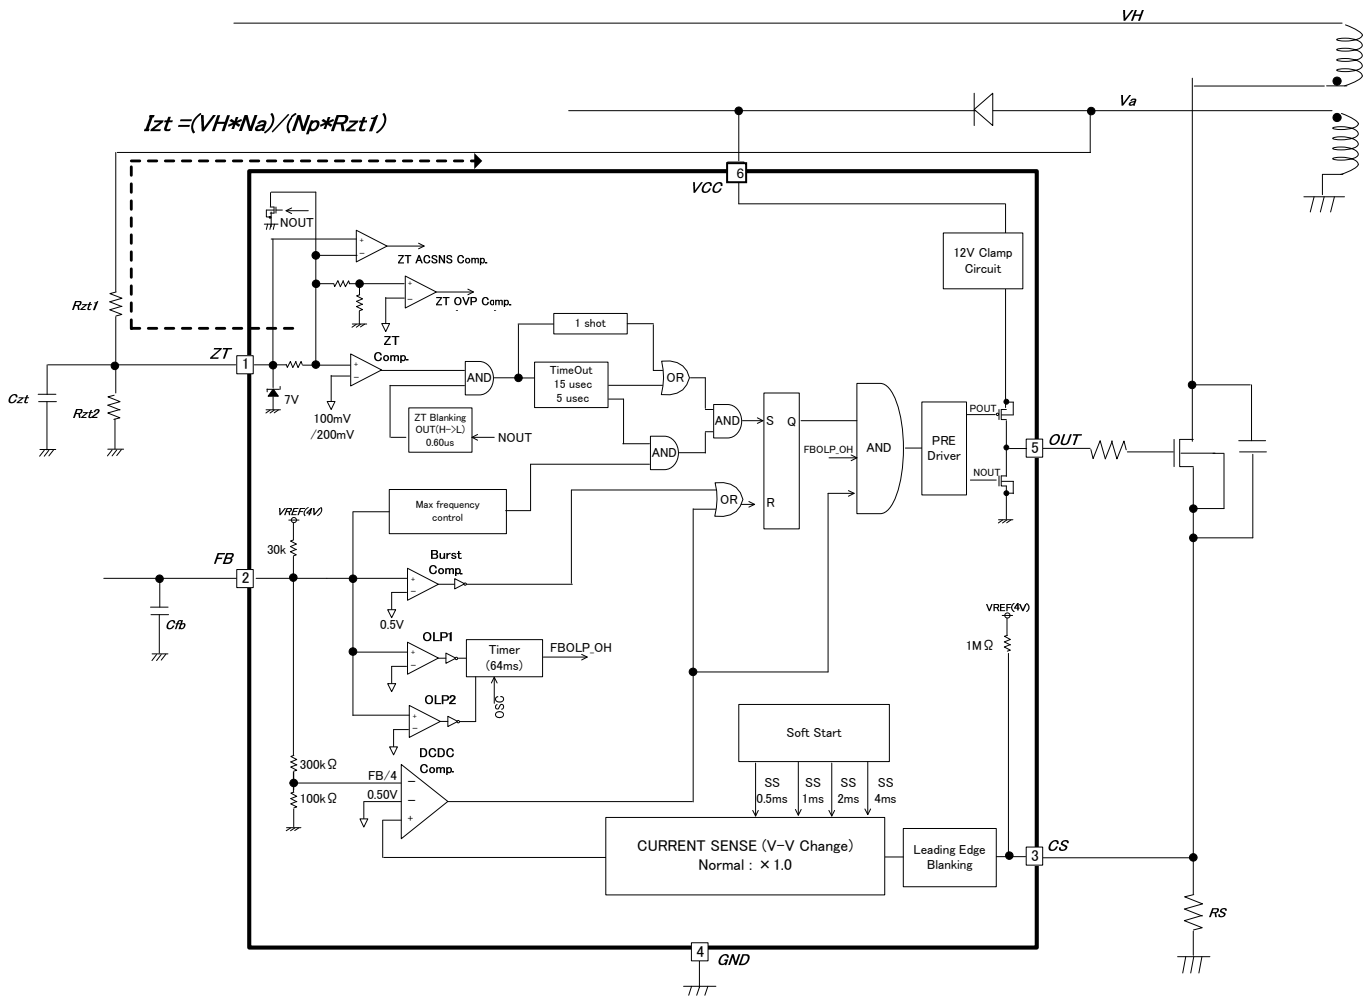
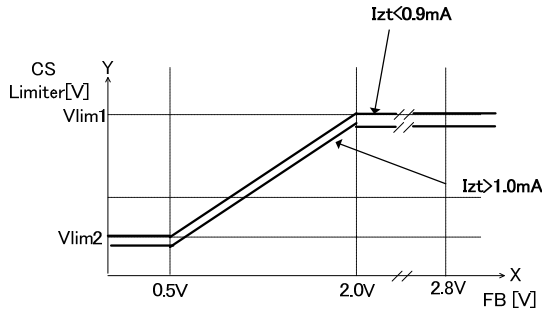
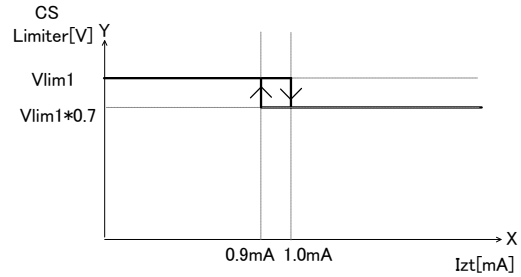

Figure-18 CS 切り換え電流ブロック図
Figure-19 CS 切り換え FB 電圧 - CS 電圧特性
Figure-20 CS 切り換え Izt 電流 - CS 電圧特性
検出方法は ZT 流入電流をモニタすることにより、1 パルスごとに切り換えを行います。MOSFET ターンオン時、Va は入力電圧 (VH) に依存する負電圧になります。ZT 端子(1pin)は IC 内部で、0V 近くでクランプします。その場合の計算式は下記のとおりになります。Figure-18 にブロック図を示します。Figure-19、Figure-20 にグラフを示します。